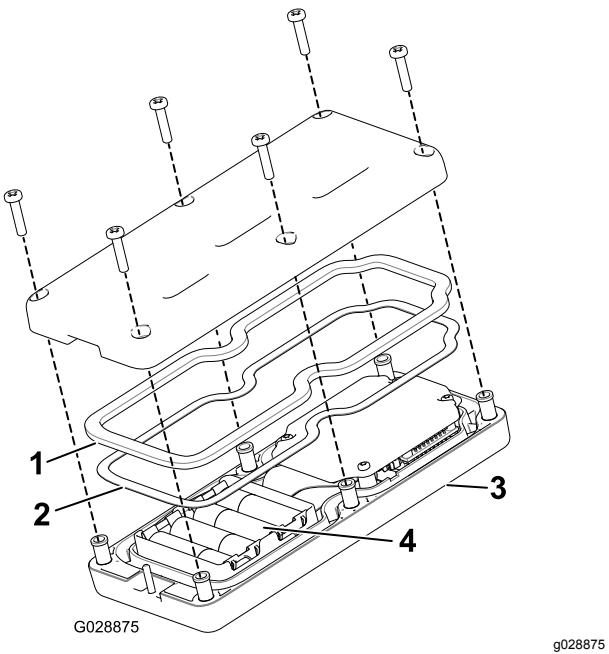

Figura 46
3. Retire los 6 tornillos de la parte trasera del control remoto y quite la tapa (Figura 46).
5. Inserte cada batería nueva en su alojamiento observando la polaridad correcta. (Si las pilas se instalan de forma incorrecta, la unidad no resultará dañada, pero no funcionará.) El alojamiento lleva marcas de polaridad para cada terminal grabadas en relieve (Figura 46).
6. Si quita la junta de goma o el obturador de acero por accidente, colóquelos de nuevo con cuidad en su lugar del control remoto de mano (Figura 46).
7. Vuelva a colocar la cubierta y fíjela con los 6 tornillos que retiró anteriormente (Figura 46) y apriételos a entre 1,5 y 1,7 N·m.